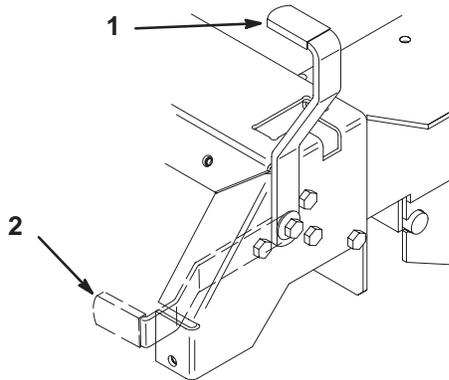

Figure 12
1. Mettez les leviers de commande de déplacement (Fig. 12) en position de verrouillage du point mort.
2. Tirez le frein de stationnement en arrière et vers le haut pour le serrer (Fig. 12). Une fois serré, le frein de stationnement ne doit plus bouger.
Poussez le levier du frein de stationnement vers l'avant et vers le bas (Fig. 12) afin de le desserrer. Le frein de stationnement est desserré.